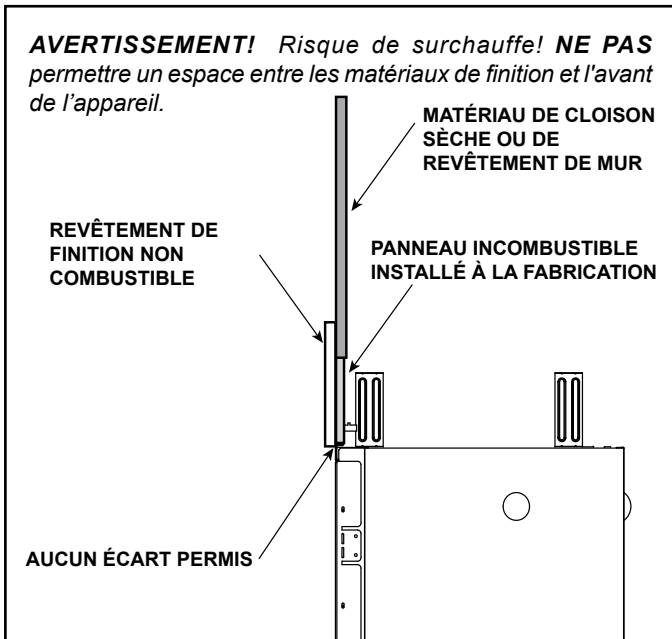

Figure 10.1 Matériaux de finition installés
- Scellez les espaces entre le mur fini et les faces du dessus et des côtés de l'appareil en utilisant un produit d'étanchéité prévu pour une température de 150 °C (300 °F) minimum. Consultez les figures 10.1 et 10.2.
- Les matériaux de finition doivent être posés sans interstice afin d'éviter que la chaleur ne s'échappe entre le matériau de finition et le mur. Voir la figure 10.1.
1. **Étape 1** : Comblez tous les espaces et joints entre les pièces du panneau incombustible et la cloison sèche à l'aide d'un composé à joint à prise chimique tout usage tel que le composé à joint Durabond® 45 fabriqué par USG (marque Sheetrock®), recommandé par Hearth & Home Technologies. Utilisez un couteau à cloisons sèches pour presser fermement sur le composé à joint dans les espaces. Voir la figure 10.1. Laissez sécher ces joints.